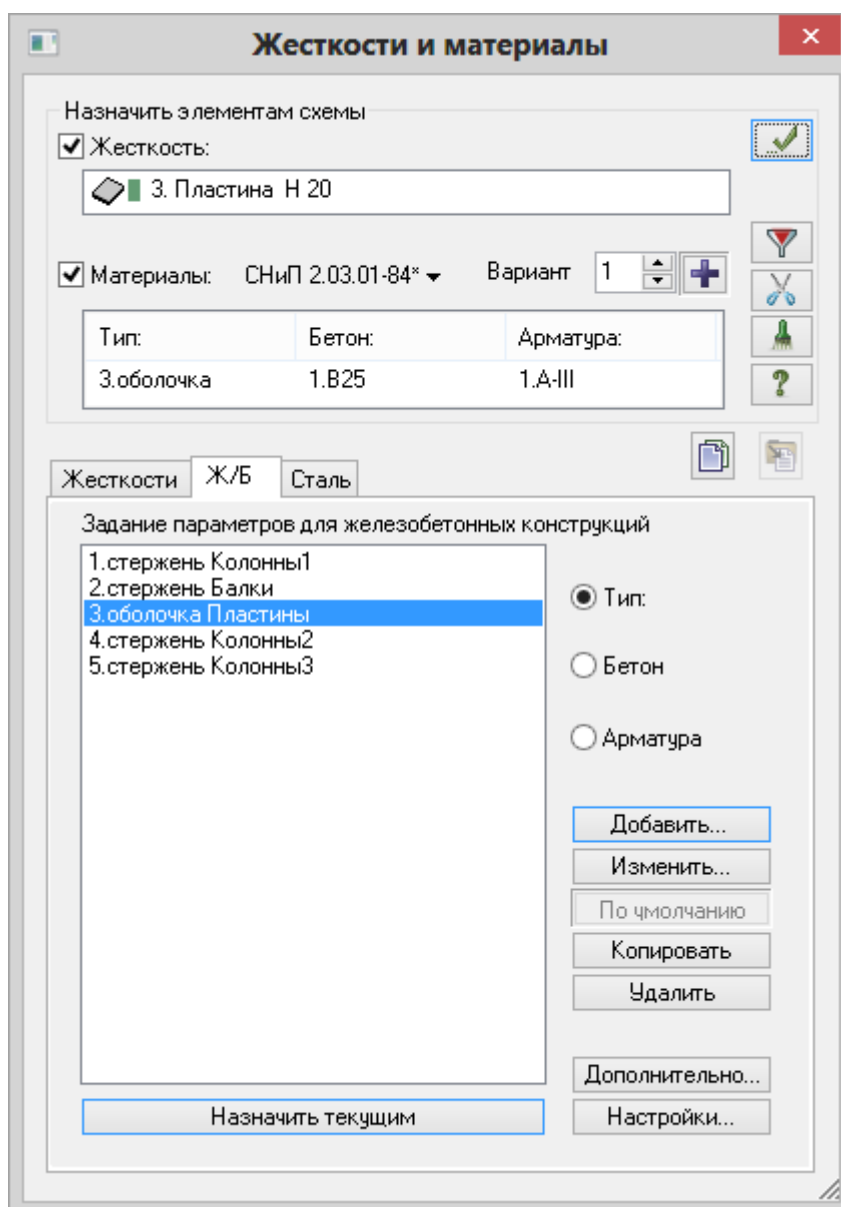

Рис.7.14. Диалоговое окно **Жесткости и материалы**
- В диалоговом окне **Жесткости и материалы** (рис.7.14), при включенной радио-кнопке **Бетон**, в списке типов свойств бетонов выделите курсором строку **1.В25**.